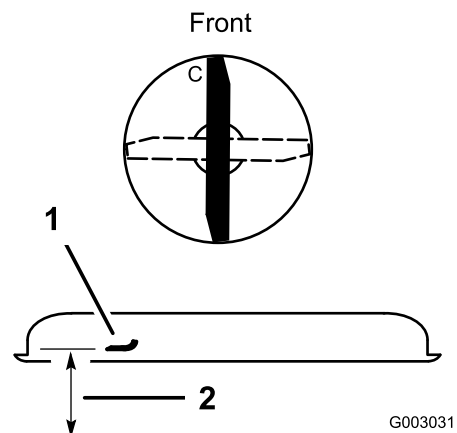

Figura 47
1. Gire la cuchilla hasta que los extremos estén orientados hacia adelante y hacia atrás (Figura 47).
2. Mida desde una superficie nivelada hasta el filo de corte, posición C, de la cuchilla (Figura 47). Anote esta dimensión.